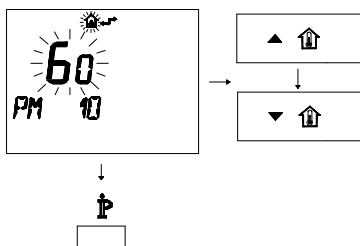

Figura 5.50
- Per modificare il SET programmato agire sui pulsanti   o   e aspettare che il numero programmato cominci a lampeggiare (Figura 5.50).